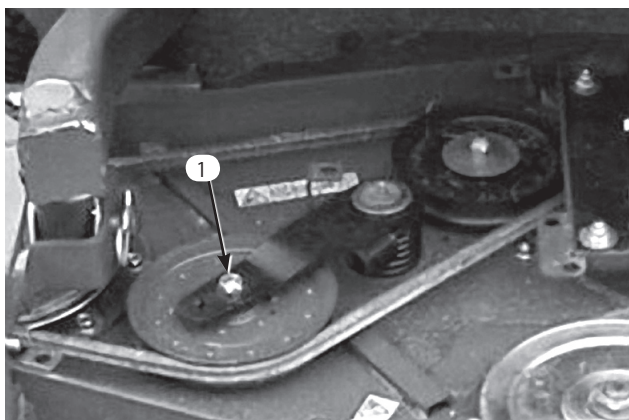
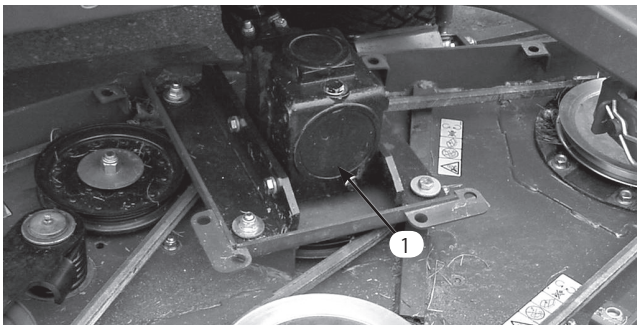

図33
図34
2. トルクレンチなどの工具を使ってアイドラ・プーリ（図33）をベルトから引き離してベルトの張りをなくし、ベルトをギアボックスのプーリ（図34）から外す。